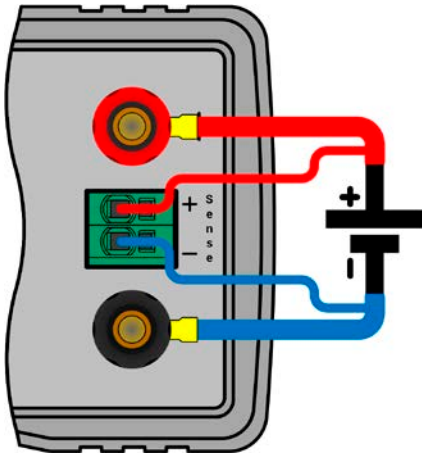

Рисунок 6 - Пример соединения удалённой компенсации
- Удалённая компенсация напряжения эффективна только при режиме постоянного напряжения (CV) и для других режимов работы, вход sense должен быть отключен по возможности, тогда как его подключение ведёт к увеличению колебаний.
- Кабели Sense должны быть подключены + к + и - к - на источнике, в противном случае, вход Sense электронной нагрузки будет повреждён. Смотрите Рисунок 6 ниже.